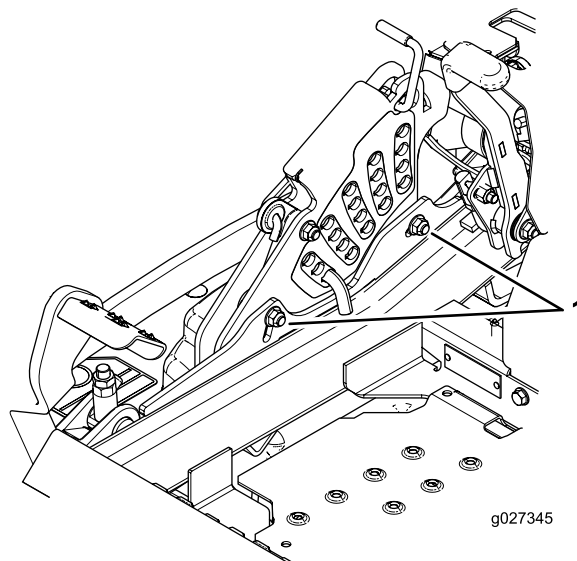

Figura 94
12. Para ajustar el sistema de ajuste de un solo punto, afloje los 2 pernos situados cerca del borde inferior de la pletina de altura de corte (Figura 94).
14. Apriete los 2 pernos en el borde inferior de la pletina de altura de corte (Figura 94). T